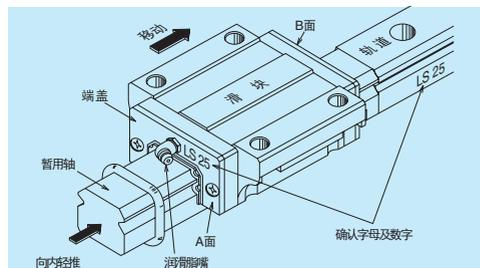

图 10.23 互换性滑块插入导轨中
- 在提供互换性滑块时，滑块上装有图 10.23 所示的暂用轴。
- 将导轨和暂用轴的底面以及侧面对齐，然后一边将暂用轴轻轻压在导轨上，一边将滑块移到导轨 (图 10.23)。